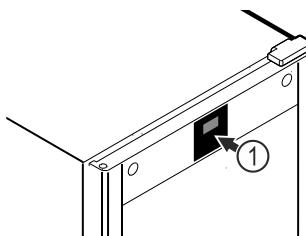

Fig. 51 Ενδεικτική απεικόνιση
Το θερμόμετρο είναι ήδη βαθμονομημένο από το εργοστάσιο (όφσετ +6 Kelvin). Εάν η εσωτερική θερμοκρασία αποκλίνει από την ένδειξη θερμοκρασίας Fig. 51 (1), μπορείτε να βαθμονομήσετε το θερμόμετρο.